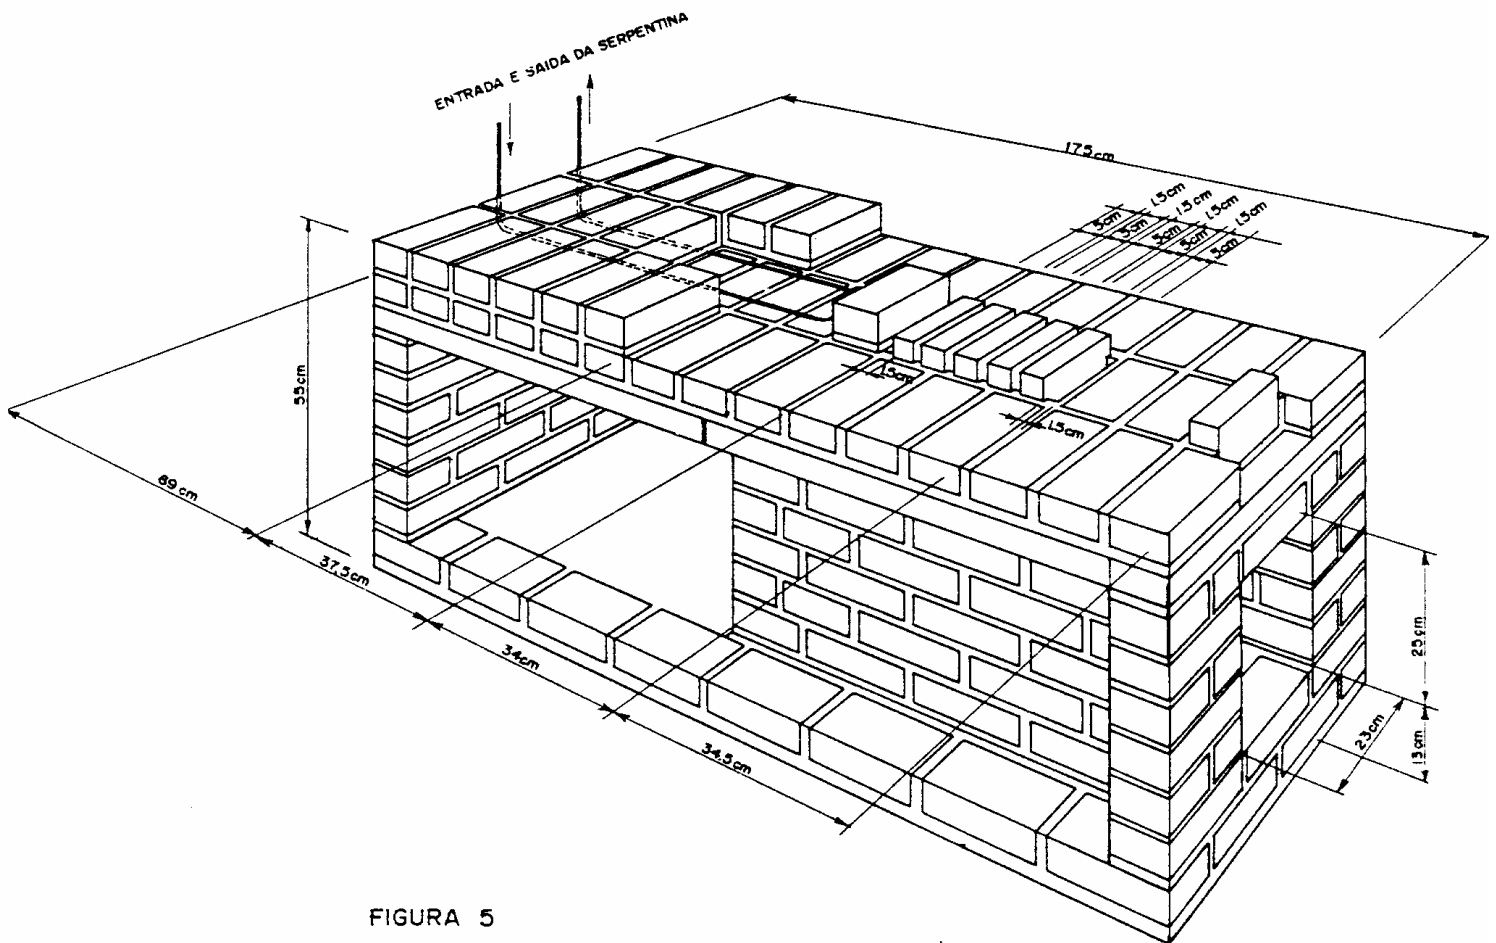

FIGURA 5
Cinzeiro se comunica com a fornalha através da grelha, que pode ser de ferro fundido (20 x 20 centímetros) ou de tijolos assentados em cutelo (maneira de assentar o tijolo: de lado—figura 5).
7. Disponha tijolos em cima das lajes, conforme mostra a figura 5. Siga as cotas marcadas no desenho, variando as juntas verticais quando necessário. Nesta ocasião, serão feitos a grelha e o batente da lenha que divide a fornalha. Os tijolos da grelha, em cutelo, ficam separadas 1,5 centímetros uns do outro.